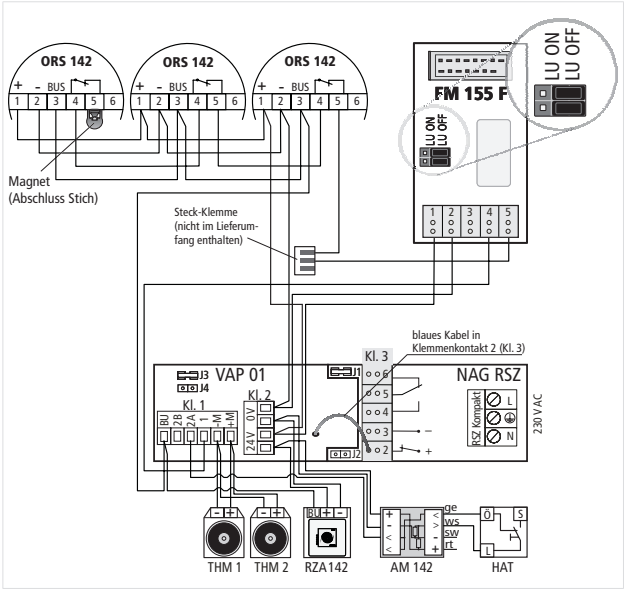
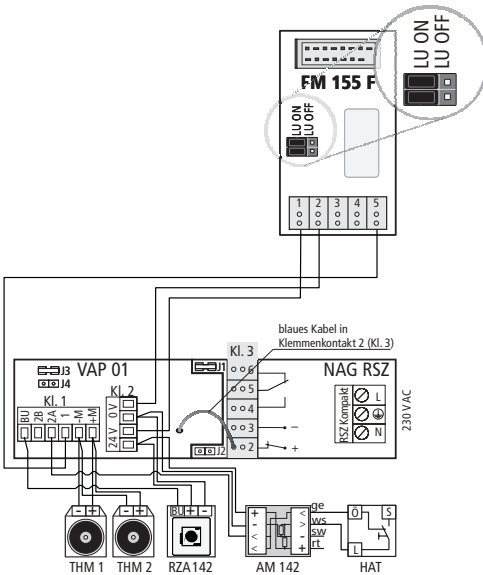

Abb. 19: "2-Stich-Betrieb" für FM 155 F an RSZ Kompakt mit LÜ (Jumper J1/J3 gesteckt)
Abb. 20: "2-Stich-Betrieb" für FM 155F an RSZ Kompakt mit LÜ (Jumper J1/J3 gesteckt)
- RSZ Kompakt: Abb. 19 und Abb. 20